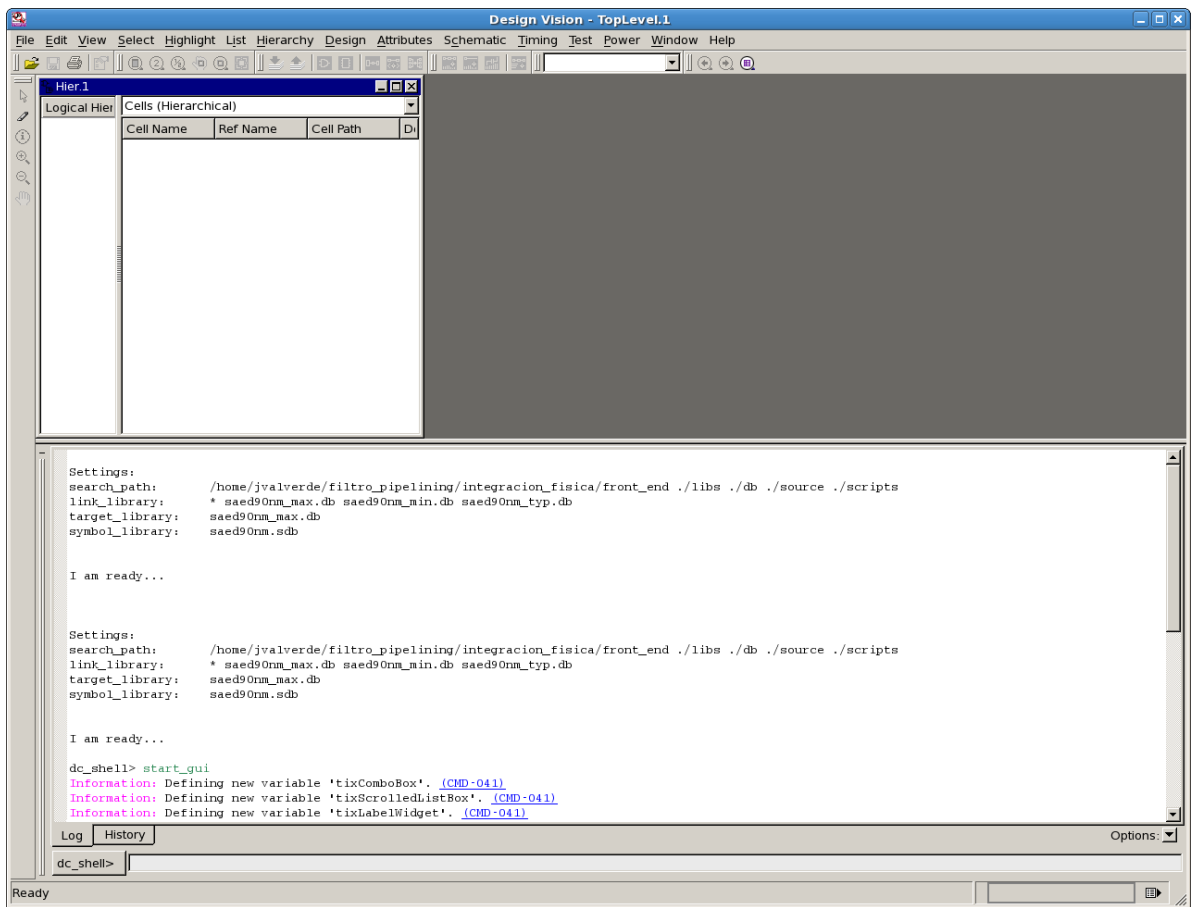

Figura 4.2: Software Design Compiler.
- En la figura 4.2 se muestra el software Design Compiler en modo gráfico.